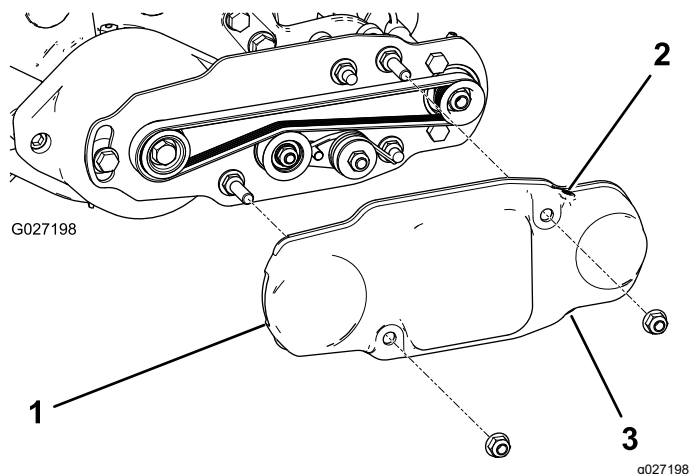

Figura 17
2. Deslize a cobertura da correia para os parafusos de montagem e fixe a cobertura com 2 porcas flangeadas (Figura 17).